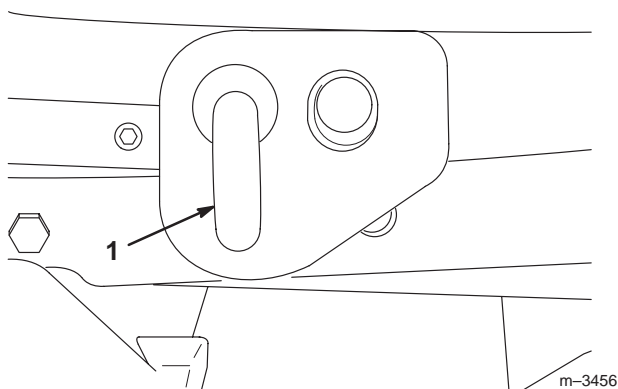

Figure 23
10. Tirez les deux goupilles en J rappelées par ressort hors des bras de relevage du plateau de coupe et tournez-les légèrement pour qu'elles restent désengagées (Fig. 23).